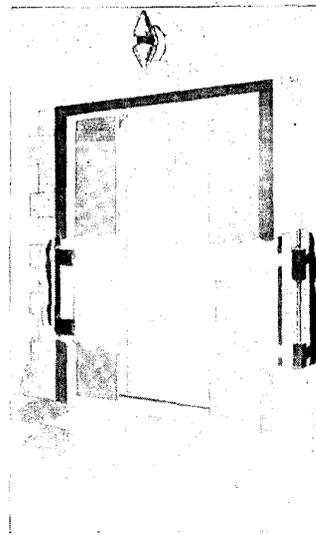

Fig. 8. — Contrôle de la fermeture automatique des portes de cage.
Un système du même genre permet de contrôler la fermeture automatique des portes de cages d'ascenseurs (4). Pour obtenir une fermeture rapide, il faut mettre en jeu des forces considérables et il en résulte un danger sérieux pour toute personne qui se trouve engagée dans l'ouverture ou qui se présente sur le seuil au cours de l'opération. Il est possible d'éviter tout accident en barrant la porte au moyen de deux faisceaux lumineux, à des niveaux différents, comme l'indique la fig. 8. Si l'un des faisceaux est interrompu au cours de la fermeture, la porte s'arrête et s'ouvre de nouveau. Le système constitué par les projecteurs, les cellules et l'amplificateur se déplace avec la cage de l'ascenseur. Les cinquante-huit ascenseurs de l'édifice de Radio City (soixante-dix étages), ainsi que ceux des grands magasins « Macy's », à New-York City, ont été munis de ce dispositif, dont l'installation a permis aux compagnies d'assurances de réduire les primes de 10 %.